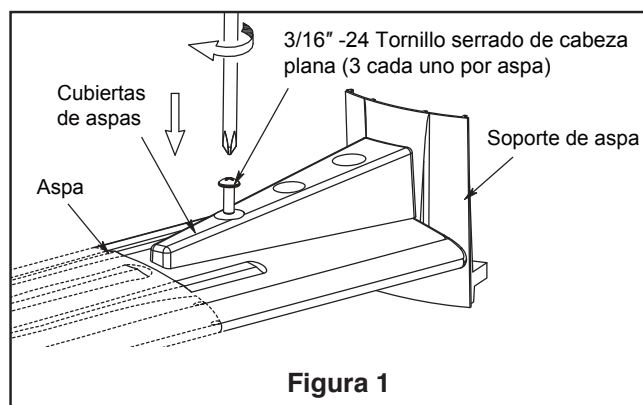

Figura 1
- 1. Instale la cubierta rotando la ranura clave en la cubierta sobre el tornillo de hombro del soporte del gancho, teniendo cuidado de no pillar los cables. Fije el tornillo de hombro. Instale adecuadamente y fije el segundo tornillo de hombro que fue anteriormente guardado. (Figura 1)
1. Apoye el lado liso del soporte de aspas sobre una superficie plana, con la parte interior del soporte mirando hacia arriba. Este es el lado que tiene los pilotes roscados y la base inclinada. Coloque las aspas sobre sus soportes con los postes roscados que se muestran. Asegúrese de que el borde inferior del aspa esté completamente asentado sobre el brazo del aspa. Coloque la cubierta del soporte de aspas sobre el aspa, y alinee los orificios sobre los pilotes roscados. Con un destornillador Phillips, enrosque ambos tornillos en los pilotes pero no los ajuste por completo. Antes de ajustarlos por completo, alinee la línea central del soporte de aspas con el centro del extremo del aspa. Ajuste ambos tornillos para asegurar el aspa. (Figura 1)
1. Extraiga los seis tornillos del soporte ubicado en la parte inferior de la unidad del motor. Instale la unidad de la placa de luz en al soporte utilizando los tornillos retirados previamente. (Figura 1)
- 1. **IMPORTANTE:** El uso de un regulador de la intensidad completa (no incluido) para controlar la velocidad del ventilador dañará el dispositivo. Para reducir el riesgo de incendio o descarga eléctrica, no utilice dicho regulador para controlar la velocidad del ventilador. (Figura 1)